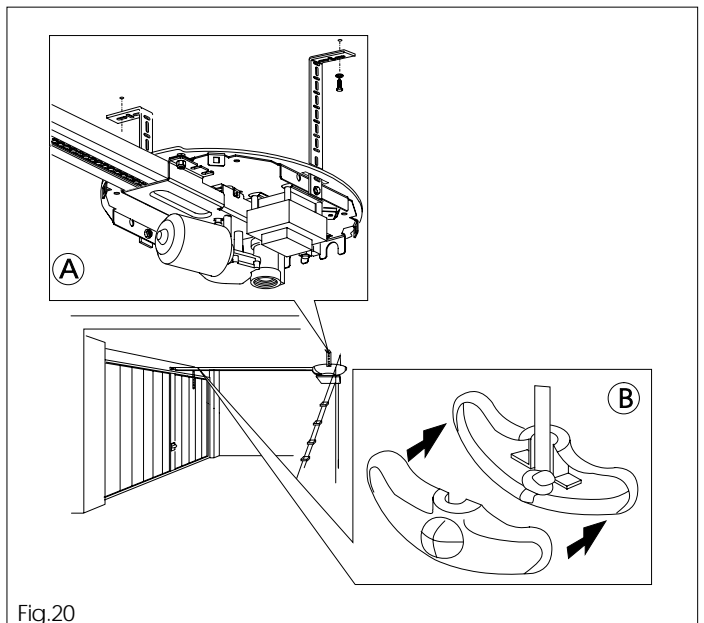

Fig.20
6.12 Percer, introduire les chevilles et fixer avec des vis et des rondelles l'unité moteur sur le plafond (fig.20 réf.A).
6.14 Loger le noeud comme indiqué sur la fig.20 réf.B, à l'intérieur du pommeau et le refermer.